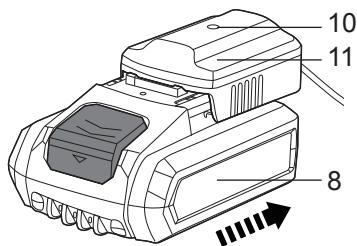

Fig. 6
- > Glisați pachetul acumulatorilor (8) în baza de încărcare (11) până când se blochează în poziție (fig. 6).
- > Conectați încărcătorul (12) la sursa de alimentare. Indicatorul luminos (10) se aprinde roșu când acumulatorul se încarcă și verde când încărcarea s-a încheiat.